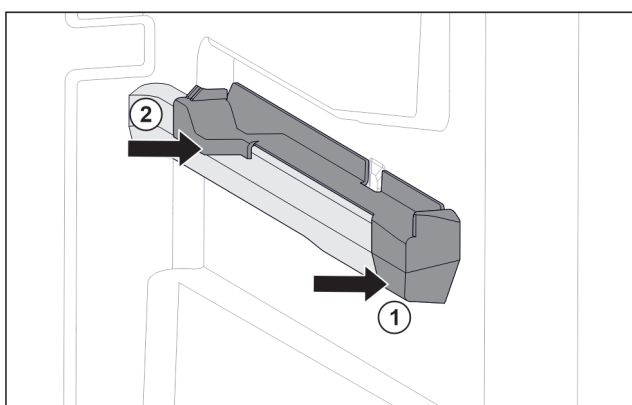

Fig. 150 Pjesa kapëse në brinjën e djathtë të kutisë
- Vendosni pjesën kapëse përpara në brinjën e kutisë. Fig. 150 (1)
- Shtyni pjesën kapëse në pjesën e pasme. Fig. 150 (2)